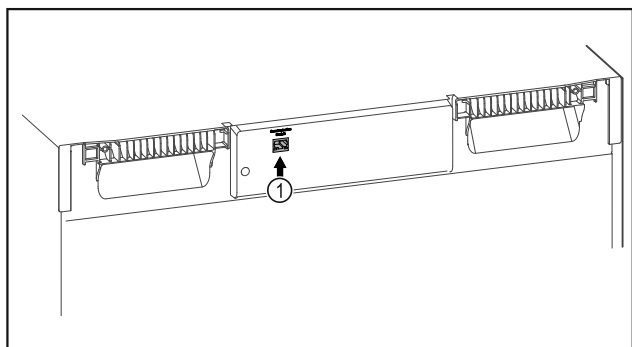

Fig. 97
- ❑ SmartModule Fig. 97 (1) is geplaatst.